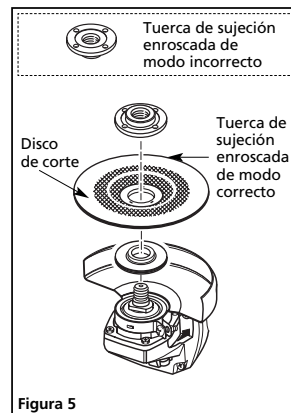

Figura 5
NOTA: cualquier disco con un grosor del centro de menos de 0,16 pulg. (4 mm) debe tener la tuerca de sujeción orientada como se muestra en la Figura 5.
- Si el disco de trabajo es una rueda de corte de 4 1/2 pulg. (115 mm), estas ruedas generalmente tienen un grosor de 0,12 pulg. (3 mm) o menos y por lo tanto deben asegurarse con la porción elevada de la tuerca de sujeción orientada hacia el usuario. (Vea la figura 5).